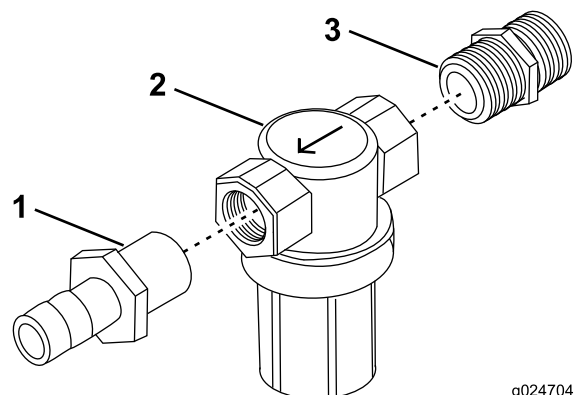

Bild 11
- Montieren Sie den Druckfilter (Bild 11).